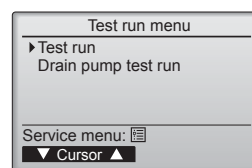

Fig. 6-4
- ④ Välj "Test run" (Testkörning) med [F1] eller [F2] och tryck sedan på . (Fig. 6-4)